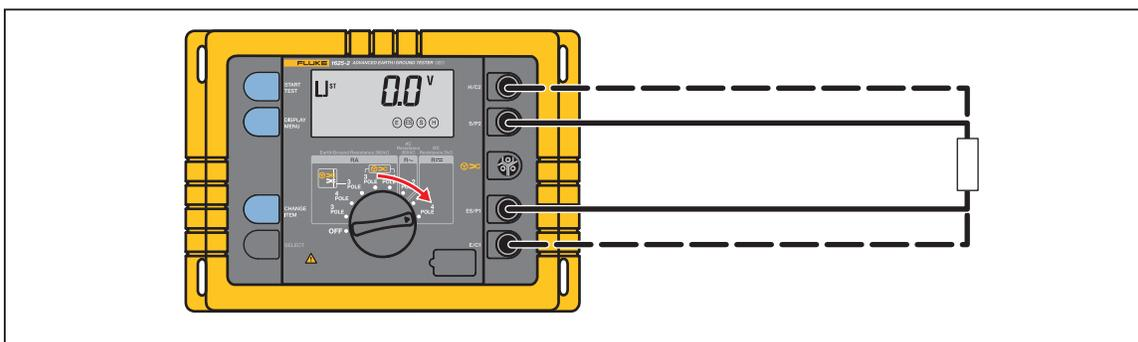

Figura 13. Medición de la resistencia (R_{∞})
1. Conecte el instrumento tal como se muestra en la Figura 13.